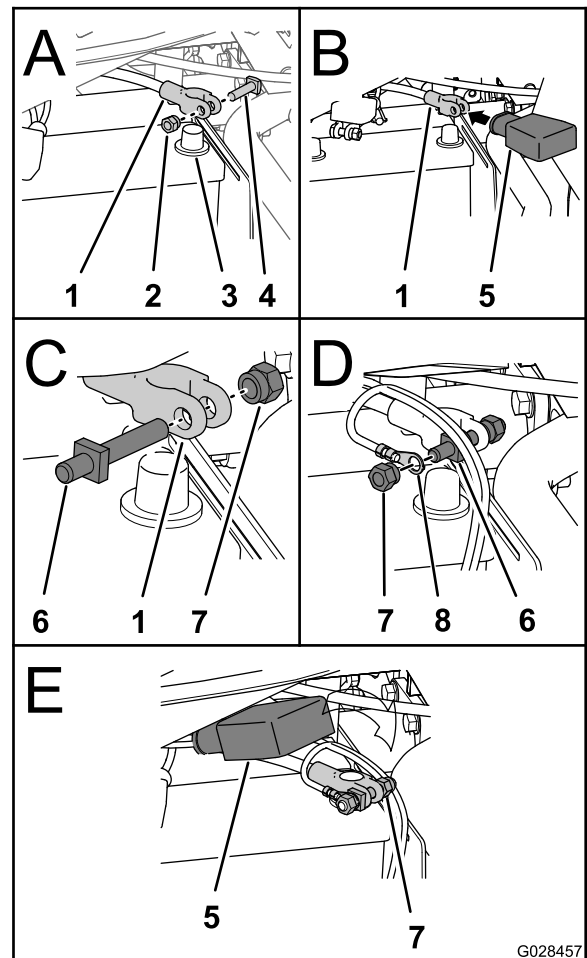

Figura 25
1. Retire a porca existente e o parafuso em T do terminal positivo da bateria (A de Figura 25).
2. Deslize a cobertura do terminal vermelho da bateria sobre o cabo positivo da bateria (B de Figura 25).
3. Monte o novo parafuso do terminal da bateria e um grampo sobre o terminal do cabo positivo da bateria (C de Figura 25).
4. Instale o terminal do fio da bateria da cablagem do pulverizador no parafuso do terminal da bateria e prenda o terminal com uma porca de fixação (D de Figura 25).
6. Ligue o terminal negativo da bateria ao polo negativo da bateria (E de Figura 25) e aperte